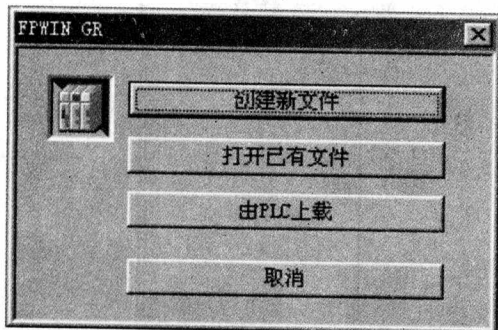

图 1-7 创建新文件
(1) 打开编程软件, 进入编写梯形图程序界面, 点击“创建新文件”, 如图 1-7 所示。